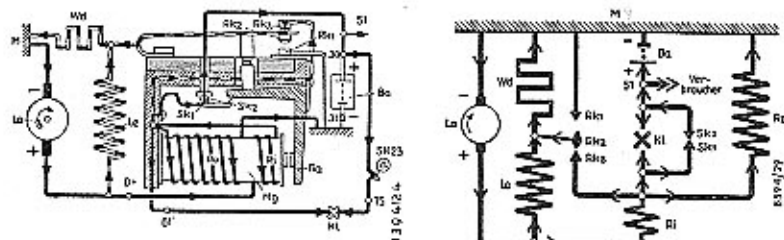

Bild 19*
- bb) Regelung am oberen Kontaktpaar (siehe Bild 19)*. (Die Kontakte Rk 2 und Rk 3 schließen und öffnen sich in schneller Folge.) Sobald Rk 2 den Kontakt Rk 3 berührt, wird die Erregerwicklung Le gewissermaßen kurzgeschlossen. Die erzeugte Spannung sinkt in diesem